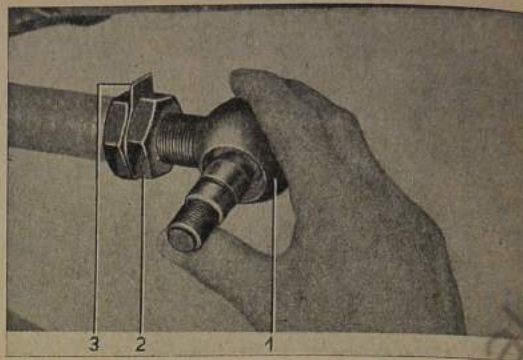

Bild 503: Spurstangenkopf heraus-schrauben
4. Spurstangenkopf aus der Spurstange heraus-schrauben (Bild 503).